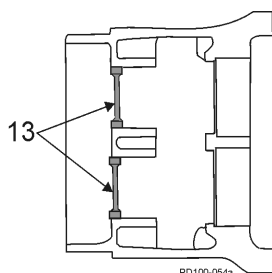

Figura 45 - Retirar los sellos de aceite traseros
10. Presione y deseche ambos sellos de aceite traseros en la caja de engranajes (Figura 45, artículo 13).